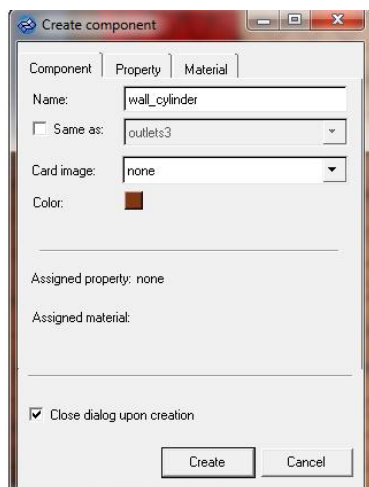

图 5-166 创建空组件
(6) 选择 BCs > Faces。
(7) 选择 fluid 组件后单击 find faces 按钮，所有的边界面网格将放置在^faces 组件中。
(8) 在 Model Browser 中，右击 Component 并选择 Create 命令。
(9) 输入 wall_exterior。将 Card image 设置为 none，单击 Create 按钮。
(10) 创建 3 个空组件，分别命名为 wall_cylinder、inlet_annulus 和 outlets3。组件创建窗口如图 5-166 所示。